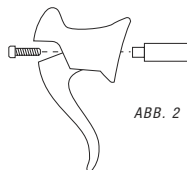

ABB. 2
- Beim Einbau von Renn-Brems- und Schalthebeln entfernen Sie die Klemmung vom Hebel. Schieben Sie die Klemmung dann vorsichtig über den Lenker in die gewünschte Lage. Achten Sie darauf, den Lenker nicht zu verkratzen. Befestigen Sie den Hebel locker an der Klemmung (Abb. 2, 3 und 4).